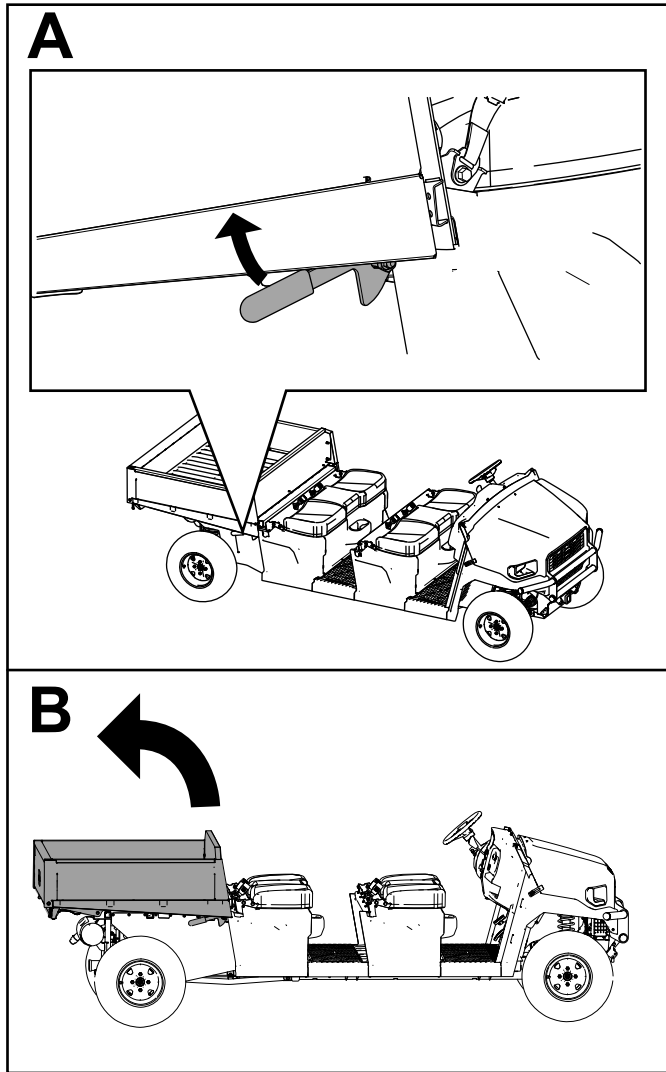

Bild 36
1. Heben Sie die Ladefläche an (**Bild 36**).